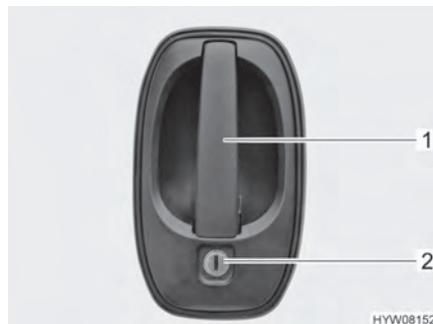

Fig. 30 Cerradura de la puerta
- Introducir la llave en el cilindro de cierre (Fig. 30,2) y girarla hasta que esté desbloqueada la cerradura de la puerta.
- Tirar del tirador de la puerta (Fig. 30,1). La puerta está abierta.
- Introducir la llave en el cilindro de cierre (Fig. 30,2) y girarla hasta que esté bloqueada la cerradura de la puerta.